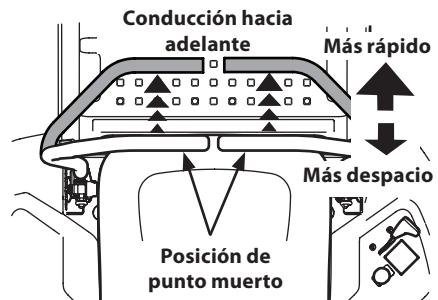

Figura 22
1. Mueva las palancas de control de la transmisión de barras de seguridad lenta y suavemente hacia adelante. El tractor comenzará a desplazarse hacia adelante. Consulte la Figura 22.